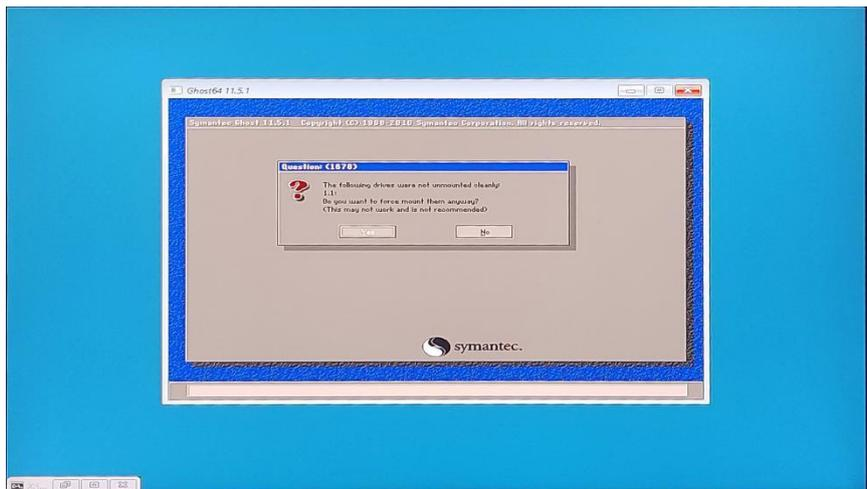

图 5 还原选择界面
(3) 进入到还原选择界面（如图 5 所示），选择 YES 确定。